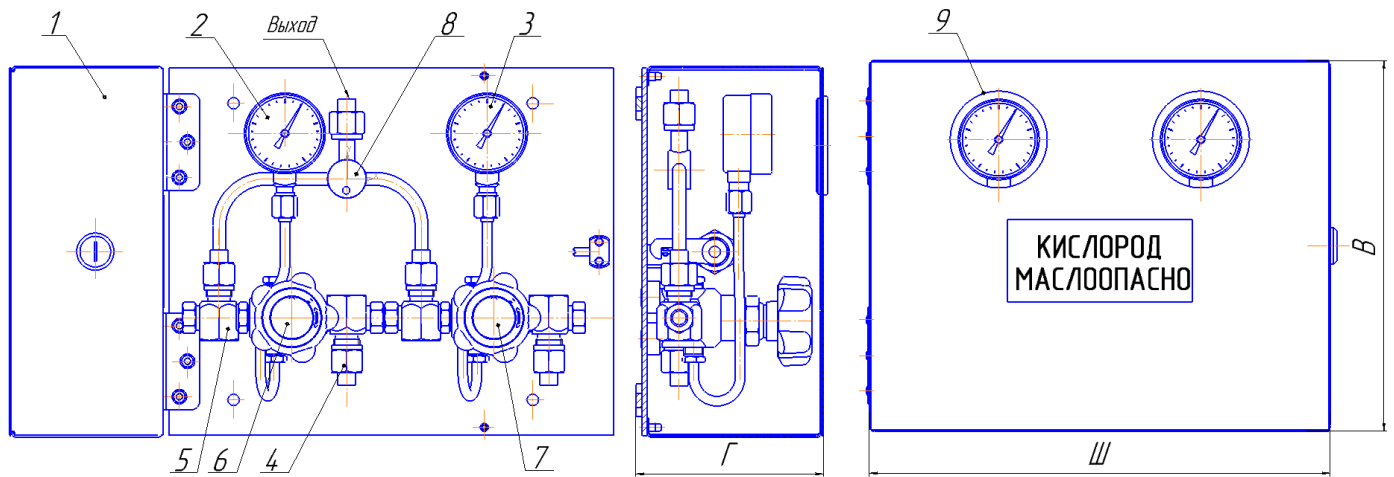

Рис.1 Поэтажная коробка ПК-4М(1х2)
4.1 Внешний вид коробки показан на рис.1